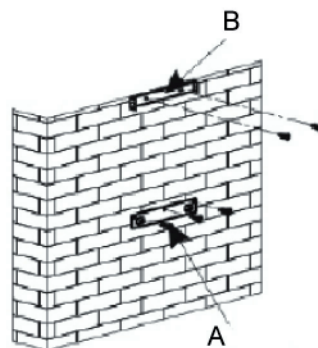

рис. 1
(рис. 1).
- С помощью крепления для подвешивания купола отметьте на стене 3 отверстия, которые необходимо просверлить, рассчитав и отмерив соответствующее расстояние (см. А рис. 1).
- Прикрутите крепление для подвешивания купола и убедитесь, что оно расположено правильно (см. А рис. 1).
— Просчитайте конечную высоту и установите скобу U-образной формы для крепления короба (см. В рис. 1).
— Просверлите 2 отверстия диаметром 8 мм и присоедините соединительный фланец воздуховода. Следите, чтобы он находился точно на оси купола (см. В рис. 1)